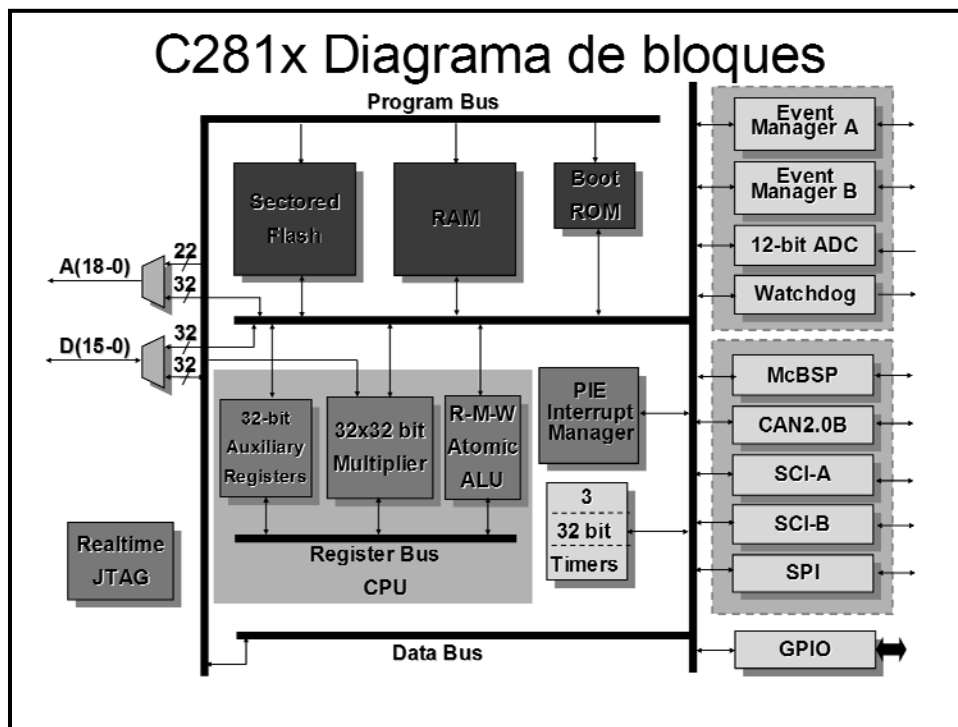

Figura 2.1: Diagrama de bloques del C281X
El diagrama de bloque TMS320F2812 se puede dividir en 4 bloques funcionales (Figura 2.1):
En el lado izquierdo de la figura 2.1 se pueden ver dos bloques del multiplexor para los datos (D15-D0) y la dirección (A18-A0). Es un interfaz para conectar los dispositivos externos con el F2812. Ahora obsérvese que (1) la anchura del Bus de datos externo es solamente 16 bits y que (2), no se puede tener acceso a los datos externos del bus de programa y a los datos del bus de datos en el mismo tiempo. Comparado a un solo ciclo para el acceso interno a dos operandos de 32-bits, el acceso a memoria externa realiza al menos 4 ciclos.